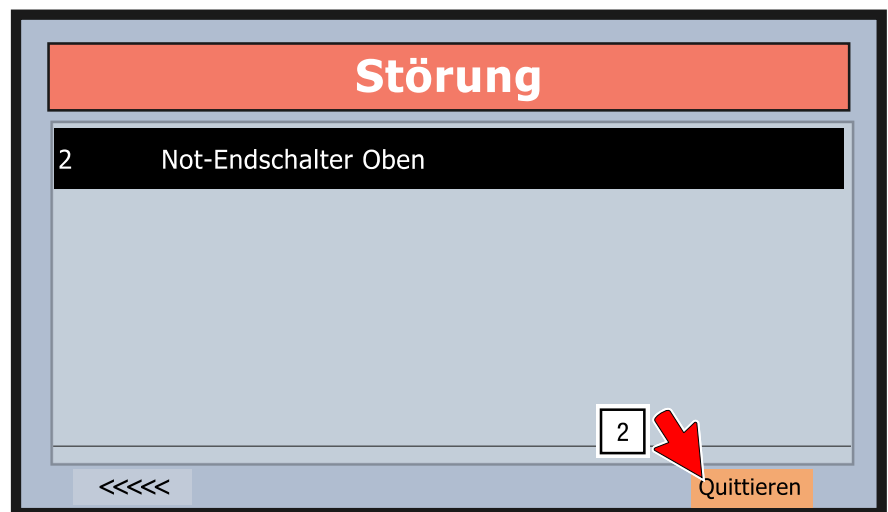

Abb. 40: Störungsbehebung – Fehlermeldung quittieren
2. Drücken Sie die F2-Taste, um das Störungsmenü aufzurufen, und klicken Sie auf die Schaltfläche „Quittieren“ (siehe Abb. 40).